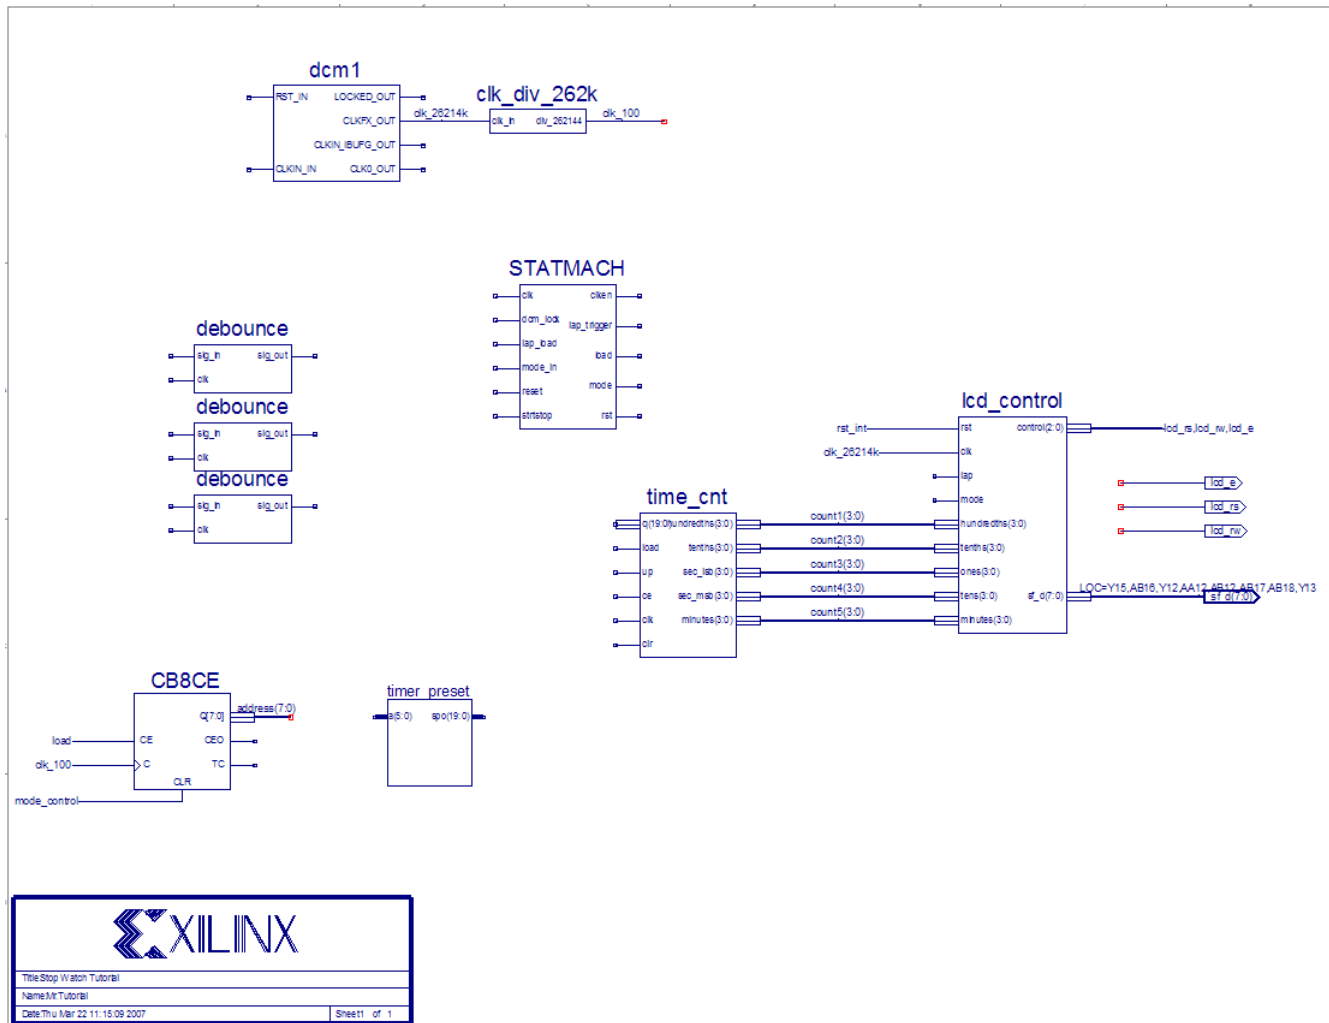

図 3-26：デザイン マクロの配置
4. [Symbols] でシンボルを選択して、図 3-26 に示すように回路図の適切な位置に配置します。